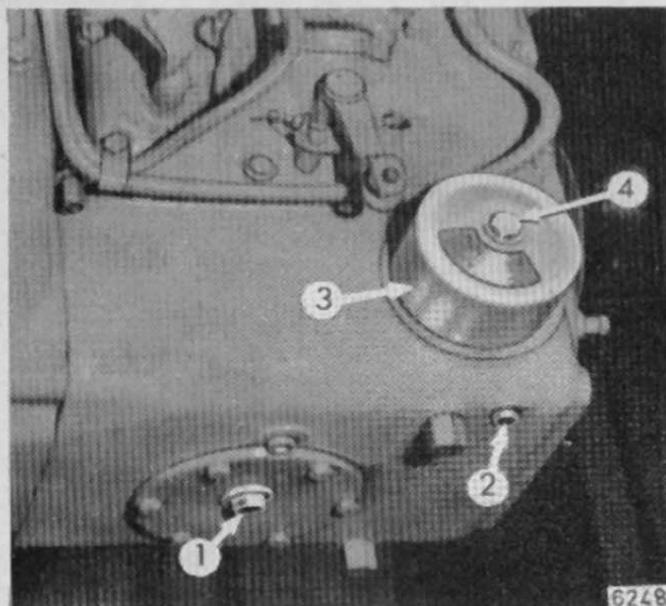
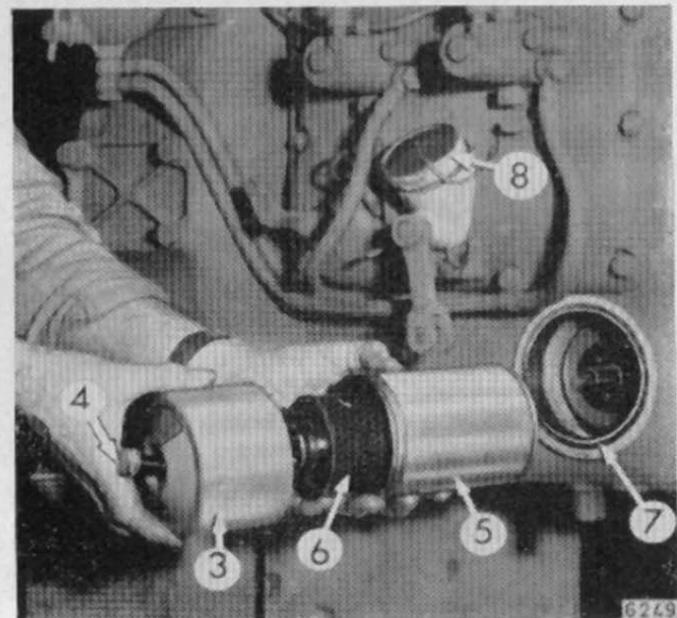

Bild 22
Bild 23
**B 4 Motoröl wechseln und Schmierölfilter\*) reinigen, alle 100 bis 120 Betriebsstunden.** Nur beim neuen oder überholten Motor sind die zwei ersten Ölwechselzeiten nach Seite 14 unten kürzer und unterschiedlich. Alle genannten Ölwechselzeiten sind unbedingt einzuhalten. **Ölwechsel nur bei warmem Motor**, da warmes Öl besser abläuft. Zu diesem Zweck ist die Ablassschraube 1 und beim 2-Zyl.-Motor noch die Ablassschraube 2 (Bild 22) herauszuschrauben, und das alte Öl abzulassen. Danach den Filtertopf 3 durch Herausdrehen der Schraube 4 demontieren und das Siebfilter 5 (Bild 23) in sauberem Dieselkraftstoff reinigen. **Beim 2 Zyl.-Motor befindet sich im Siebfilter 5 eine Papierfeinfilter-Patrone 6, die alle 240 Betriebsstunden (bei jedem 2. Ölwechsel) erneuert werden muß.** Beim Zusammenbau auf gute Dichtheit der Ablassschrauben und der Ölfilterdichtung 7 achten. Das neue Öl durch den Einfüllstutzen 8 nur bis zur oberen Ölmeßstabmarke 2 (Bild 19) einfüllen. Bitte überprüfen Sie den Ölstand nochmals nach einem kurzen Probelauf.